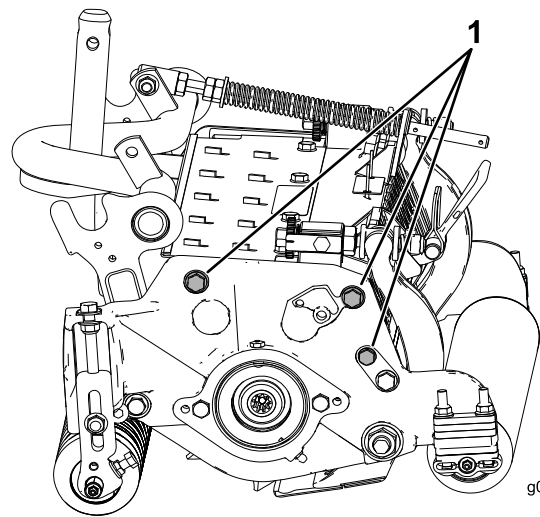

図 13
**注** リールと後ローラとの平行関係は、カuttingユニット全体の組み立て精度により保証されていますから、調整は不要です。極わずかの狂いの調整は以下の方法により可能です。カuttingユニットを定盤の上に載せ、サイドプレート固定キャップスクリューをゆるめる 図 13。全体を合わせてキャップスクリューを締め付ける。キャップスクリューを 37-45 N・m 3.7-4.6 kg・m = 27-33 ft-lb にトルク締めする。